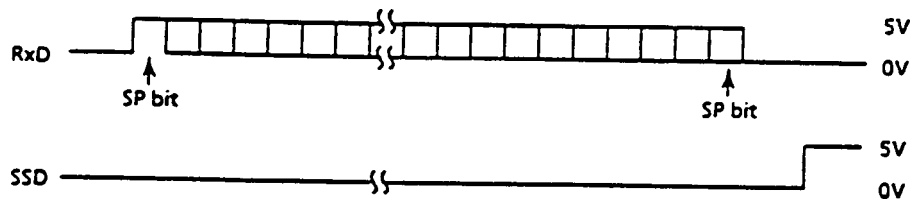

Abbildung F-4
- JA Liegt das RxD Signal an Q3 wie in Abbildung F-4 an ?
- Verlaufen die RxD- und SSD-Signale wie in Abbildung F-4 ?